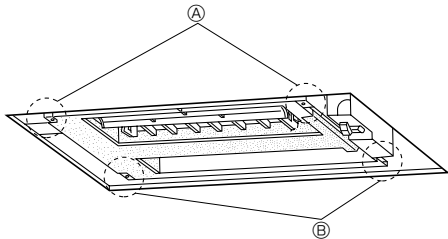

Abb. 5-2
①	Gitter	1
②	Schraube	6	M5 × 0,8 × 16
③	Schraube	1	4 × 16
5.2. Vor dem Instellung bringen überprüfen (Abb. 5-2, 3)